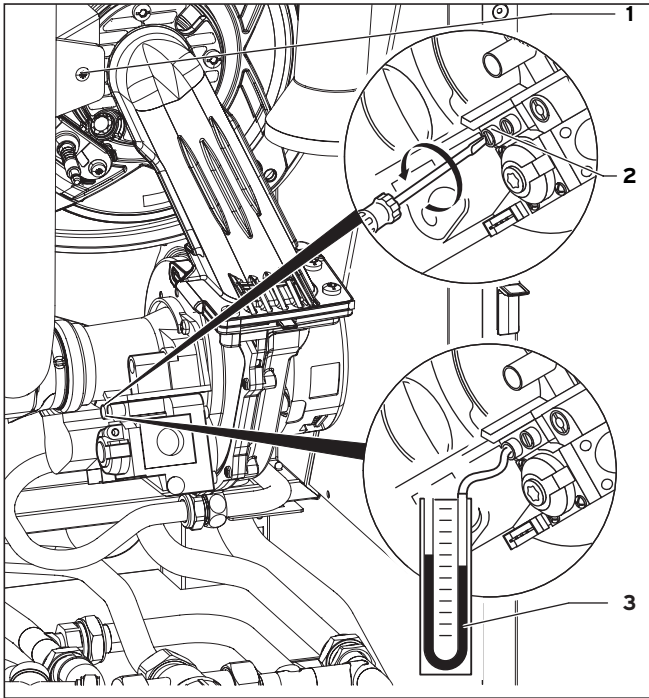

Abb. 7.4 Überprüfung des Anschlussdrucks
- Verschließen Sie den Messnippel (2) (Abbildung 7.4) mit der Dichtungsschraube.
- Klappen Sie das Luftansaugrohr hoch und befestigen Sie es wieder mit der Befestigungsschraube (1) (Abbildung 7.4).